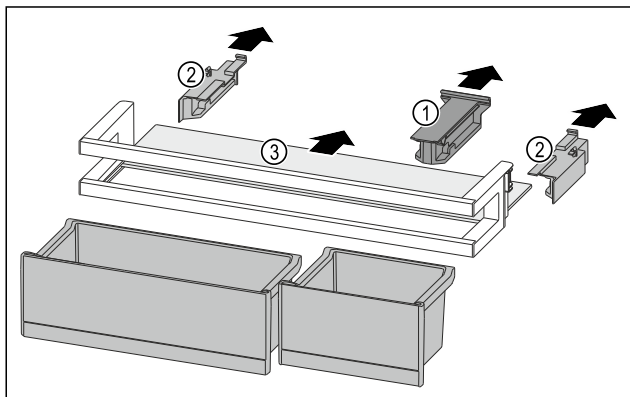

Fig. 180
- Halteteil Fig. 180 (1) abziehen.
- Seitenteile Fig. 180 (2) abziehen.
- Abstellfläche Fig. 180 (3) entnehmen.